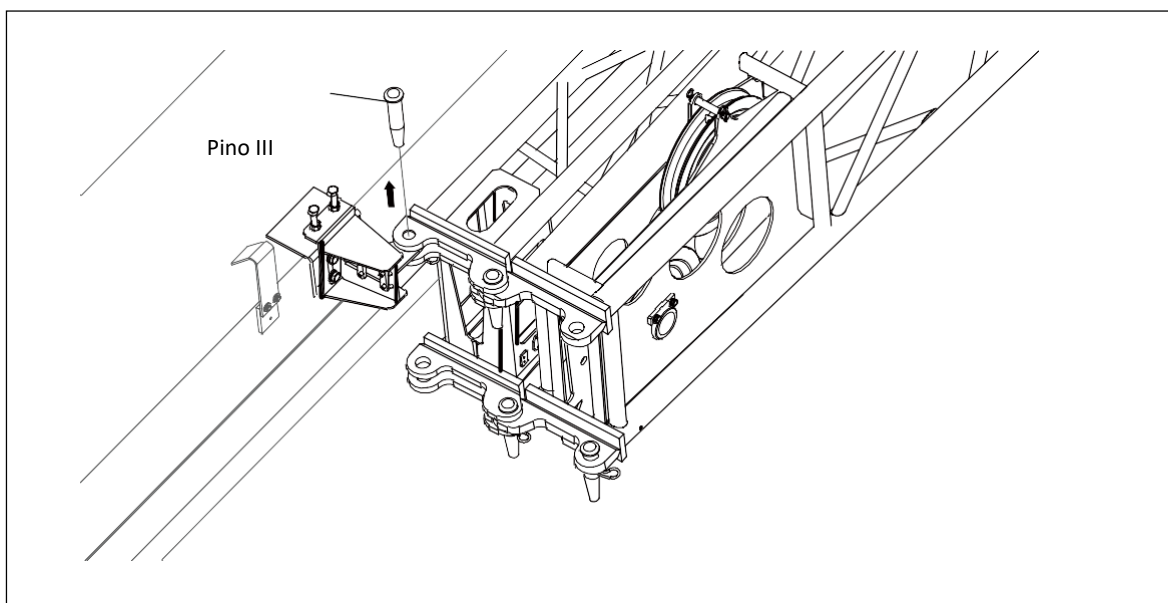

Figura 7-36 Remoção dos pinos III
- I. Remova o pino III. Consulte a figura 7-36.